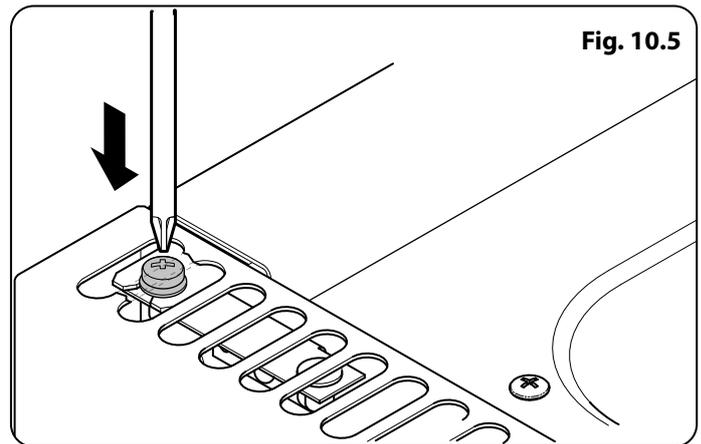

Fig. 10.5
1. Desserrer une vis dans le conduit (Fig. 10.5).